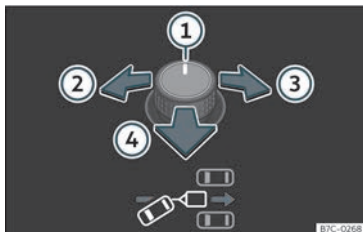
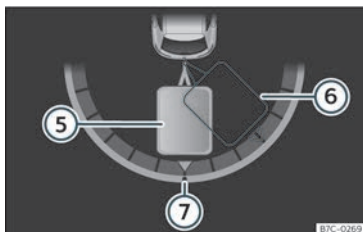

Fig. 188 Comando giratório dos retrovisores exteriores: ajustar o ângulo do reboque.
Fig. 189 Ecrã do painel de instrumentos: fazer marcha-atrás.
Legenda da **Fig. 188**, » **Fig. 189** :
- Rode o comando giratório até atingir a direção desejada» **Fig. 188** . No ecrã do painel de instrumentos aparece, a modo de orientação, uma representação do conjunto veículo trator e reboque na posição atual » **Fig. 189**.